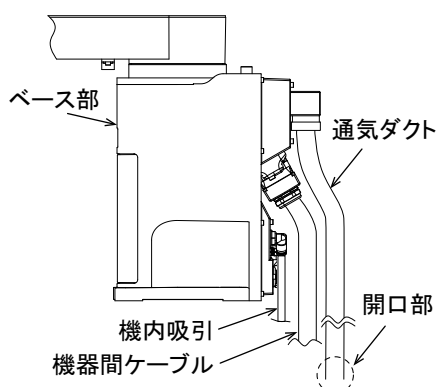

図 2-16：通気ダクトの取付
- 3) ロボット本体ベース部後部に、通気ダクトが取り付けられています。（図 2-16 参照）。通気ダクトの開口部では、Z 軸の上下動作に伴うジャバラ部の体積変化によりロボット本体内の空気の吸排気が発生します。通気ダクトの開口部をロボットのクリーン度に影響を与えない位置に配置してください。また、機内吸引により通気ダクトの開口部において、わずかながら外部から機内への空気の流れがありますので、通気ダクトの開口部の配置には次の 2 点にも配慮願います。